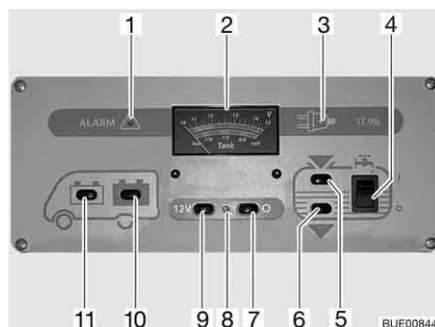

Bild 154 Panel IT 96-2
Der 12-V-Hauptschalter (Bild 154,7 und 9) schaltet das Panel und die 12-V-Versorgung des Wohnraums ein und aus.
Einschalten: ■ Schalter (Bild 154,9) drücken "12 V": Die 12-V-Versorgung des Wohnraums ist eingeschaltet. Die Kontroll-Leuchte (Bild 154,8) leuchtet grün.
Ausschalten: ■ Schalter (Bild 154,7) drücken "O": Die 12-V-Versorgung des Wohnraums ist ausgeschaltet. Die Kontroll-Leuchte (Bild 154,8) erlischt.
Beim Anzeigeeinstrument V/Tank (Bild 154,2) die obere Skala beachten. Das Anzeigeeinstrument wird automatisch beleuchtet, sobald ein Schalter gedrückt wird.
- Schalter (Bild 154,11) drücken "🔋": Die Batteriespannung der Starterbatterie wird angezeigt.
- Schalter (Bild 154,10) drücken "🔋": Die Batteriespannung der Wohnraumbatterie wird angezeigt.
Beim Anzeigeeinstrument V/Tank (Bild 154,2) die untere Skala beachten. Das Anzeigeeinstrument wird automatisch beleuchtet, sobald ein Schalter gedrückt wird.
- Schalter (Bild 154,5) drücken "": Die Wassermenge wird angezeigt.
- Schalter (Bild 154,6) drücken "": Die Abwassermenge wird angezeigt.
- Wippschalter (Bild 154,4) oben drücken "I": Die Wasserversorgung ist eingeschaltet.
- Wippschalter (Bild 154,4) unten drücken "O": Die Wasserversorgung ist ausgeschaltet.
Die rote Warnleuchte "ALARM" (Bild 154,1) blinkt, sobald die Spannung der Wohnraumbatterie 11 V (Messung im laufenden Betrieb) unterschreitet und damit Tiefentladung droht.
Die 12-V-Kontroll-Leuchte (Bild 154,8) leuchtet, wenn der 12-V-Hauptschalter (Bild 154,9) eingeschaltet ist.
Die gelbe 230-V-Kontroll-Leuchte (Bild 154,3) leuchtet, wenn am Eingang des Elektroblocs Netzspannung vorhanden ist.